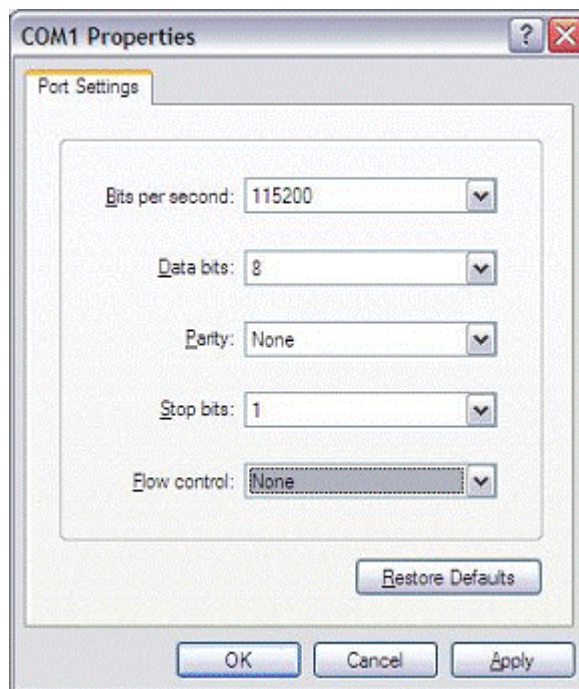

图 3.5：超级终端设定
- 2) 打开 windows 超级终端 HyperTerminal，设定如下图所示 Figure 3-5.